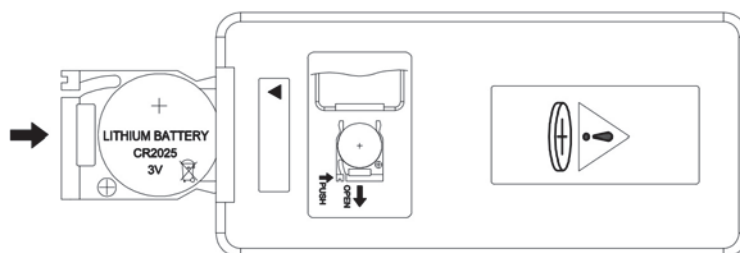

Figure 3
3. Insérez la pile avec le côté bouton dans le support de la pile. Assurez-vous qu'elle est bien en place. (Figure 3)